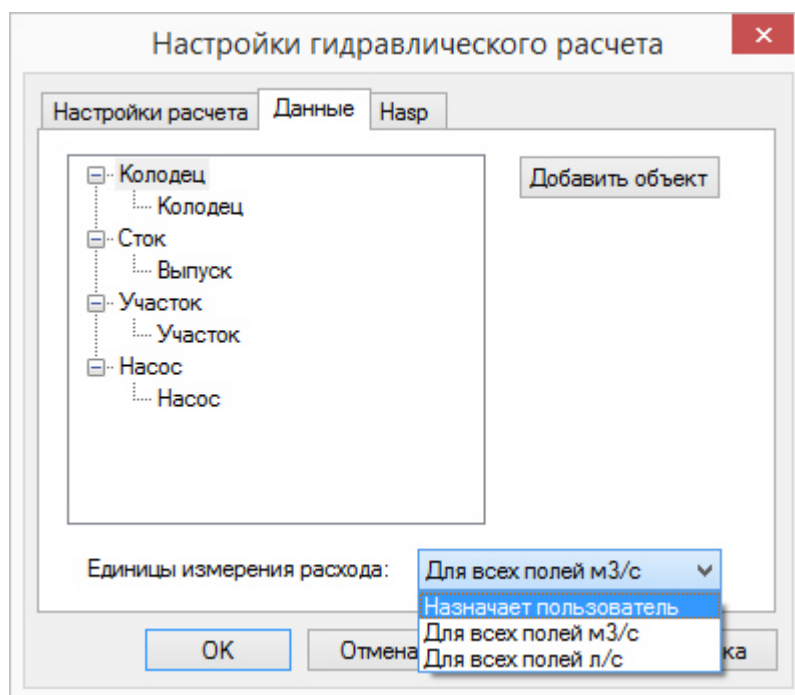

Рисунок 62. Настройка единиц измерения
4. Перейдите на вкладку *данные* (Рисунок 62. «Настройка единиц измерения»). В строке *Единицы измерения расхода* выберите: